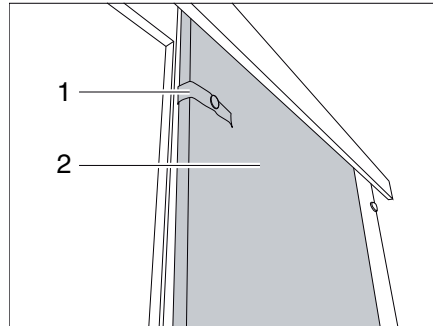

Fig. 80 Porte coulissante
- Détacher la bande de sécurité (Fig. 80,1).
- Tirer la porte coulissante (Fig. 80,2) en position de fermeture.
- Amener la porte coulissante (Fig. 80,2) dans la position d'ouverture.
- Fixer la porte coulissante avec la bande de sécurité (Fig. 80,1).